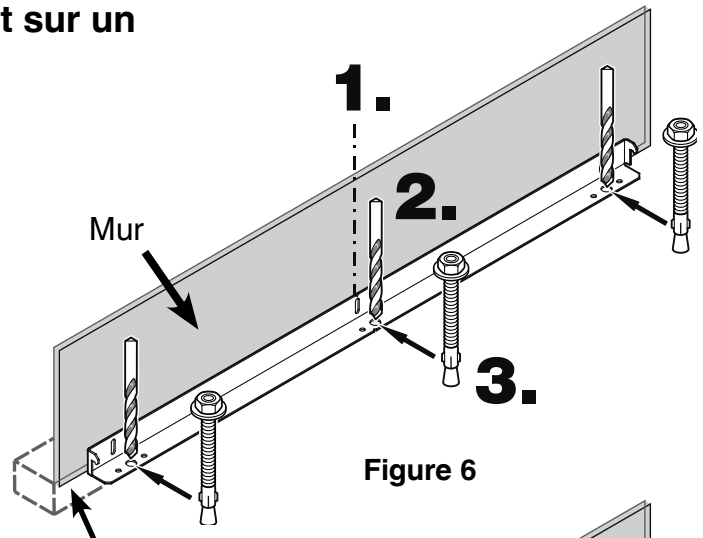

Figure 6
Montage du dispositif antibasculement sur un sol en béton - Figure 6 - 7
2. Percer un trou de 3/8 po de diamètre dans l'une des positions représentées à la **Figure 6** en utilisant une mèche au carbure.